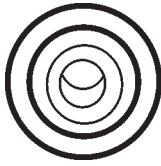

Figure 41. Témoin de Préchauffage
3. Vérifiez que le **témoin de préchauffage** (Figure 41) est allumé. Le témoin doit désactiver une fois que le moteur démarre.